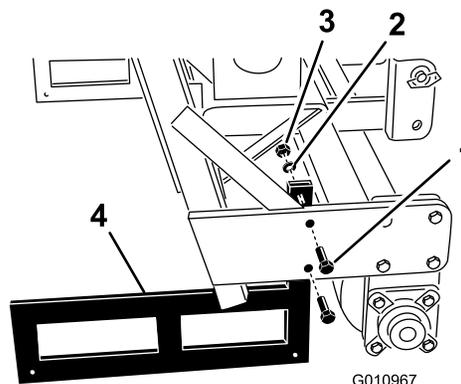

Figura 33
- Rimuovete i bulloni e i dadi che fissano i supporti di rimessaggio su entrambi i lati dell'arieggiatore (Figura 33).